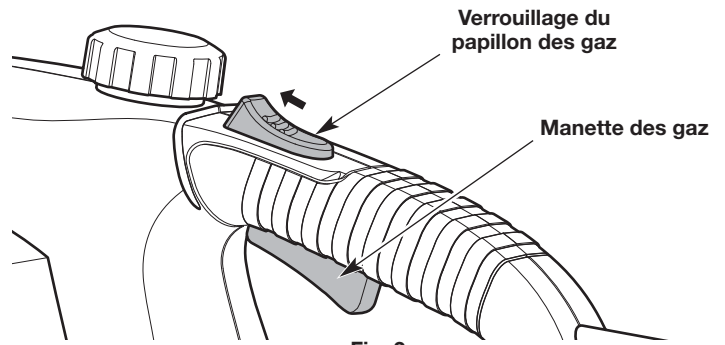

Fig. 2
1. Appuyer sur le bouton de verrouillage du levier d'accélération et le maintenir enfoncé (Fig. 2).
2. Continuer à appuyer sur le verrouillage du levier d'accélération. Appuyer sur le levier d'accélération et le maintenir enfoncé pour démarrer l'appareil (Fig. 2).
1. Relâchez la manette des gaz et attendez que toutes les pièces mobiles s'arrêtent complètement (Fig. 2).